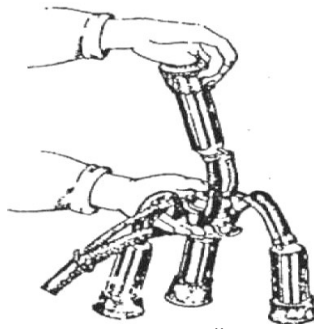

Рис.10. Проверка пульсаций сосковой резины
6.9 Убедитесь в наличии пульсаций сосковой резины, для чего возьмите подвесную часть доильного аппарата, как показано на рис. 10 (доильные стаканы свисают).